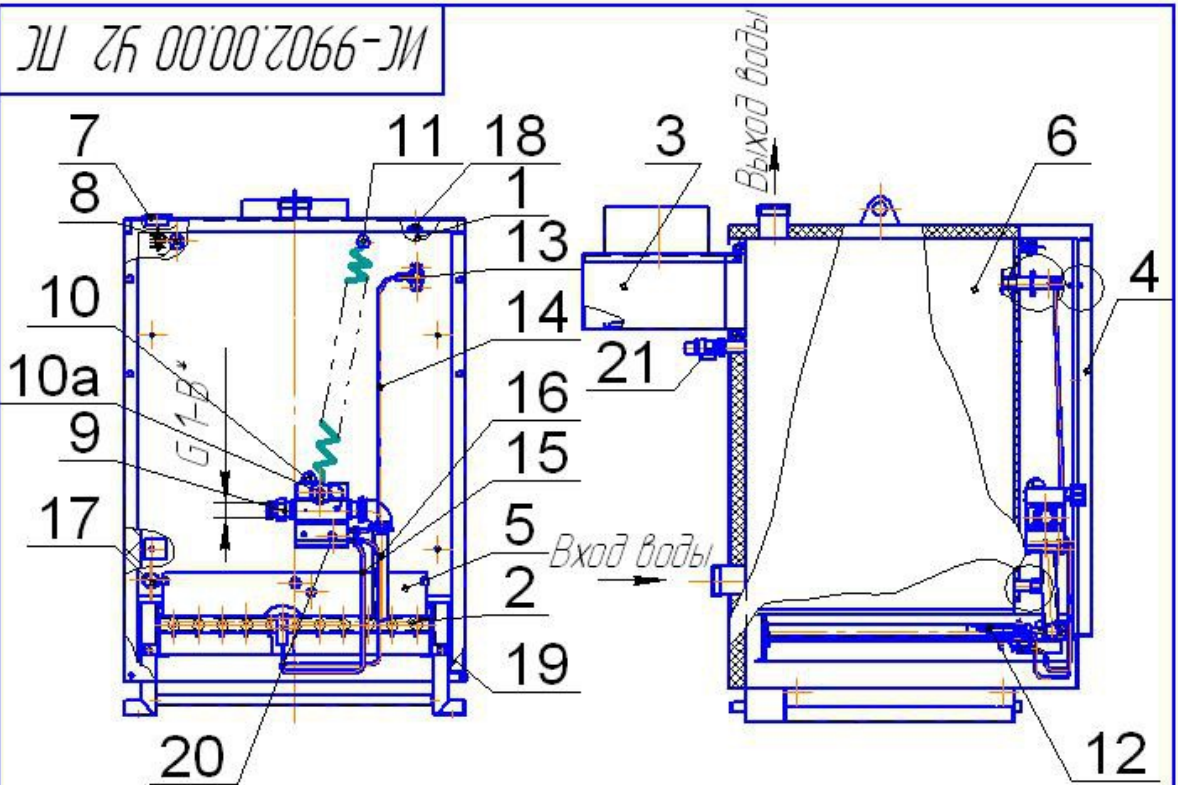

Рис.2 Конструкция котла.
Конструкция котла представлена на рис.2.
4.1 Котёл (рис.2) состоит из следующих основных узлов и деталей: теплообменника поз.1, газогорелочного устройства поз.2, газоотвода поз.3, съёмной панели поз.4, щитка поз.5, облицовки /кожуха/ поз.6, указателя температуры воды поз.7 с датчиком поз.8, газоподводящей трубки (ниппель) поз.9, клапана предохранительного поз.21.
**Место установки датчика давления на блоке автоматики указано на рис. 2Б (штуцер М10, заглушенный).**
**Для установки датчика давления необходимо выкрутить винт поз.1 рис.2Б, снять прокладку резиновую, накрутить на штуцер датчик давления, уплотнив резьбу фумой. Подогнать по месту.**
**4.5 При превышении избыточного давления воды в теплообменнике значения 4 кг/см2 срабатывает предохранительный клапан поз.21 (рис.2), сбрасывая воду в канализацию до уменьшения давления в теплообменнике.**
5.6 Перед началом монтажа необходимо провести расконсервацию котла, проверить правильность его сборки в соответствии с рис. 2 и рис. 2А, и убедиться в надежном и полном закреплении всех деталей и сборочных единиц.